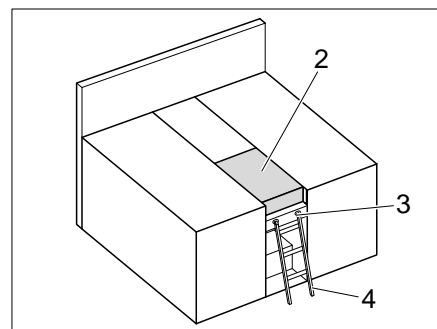

Bild 174 Doppelbett
- Zusatzpolster (Bild 174,2) auflegen.
Aufstiegsleiter Zum Besteigen des oberen Betts die serienmäßig beigelegte Aufstiegsleiter (Bild 174,4) benutzen.
- Die Aufstiegsleiter (Bild 174,4) mit den Holmen in die Halterung (Bild 174,3) an der Blende einhängen.